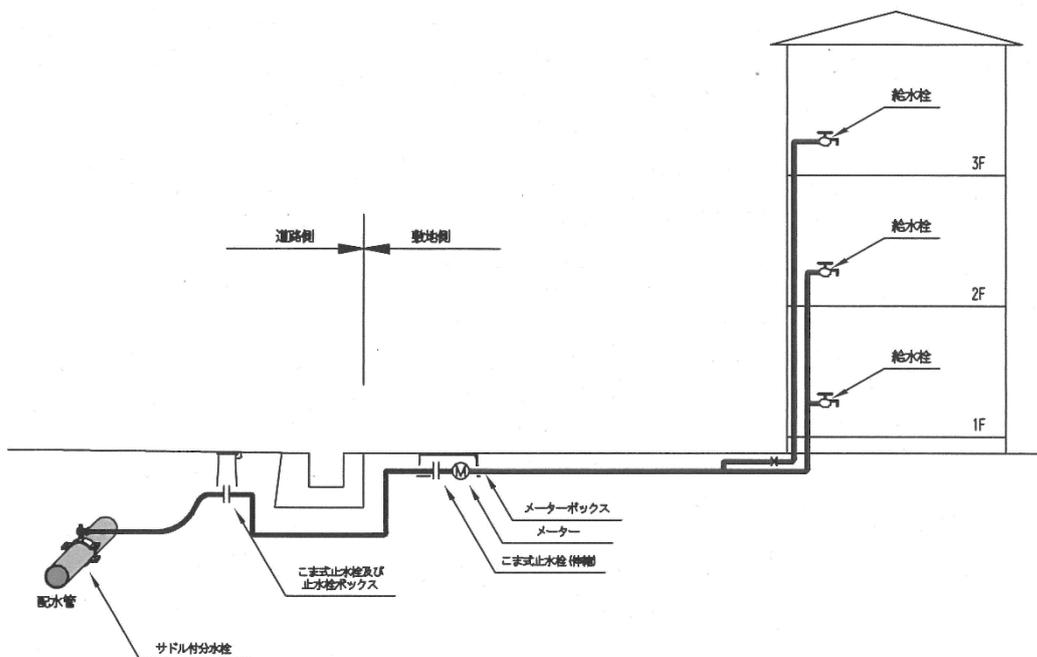

図 6-1 戸建住宅における三階直結直圧式給水標準図
1. 1戸建て住宅等の施工基準 (図 6-1)
- ① 三階部分の給水栓数については、メーター口径が 20mm の場合、4 栓以下とし、出水量が多い給水用具の設置は原則不可とする。なお、三階部分までの立上り管は、メーターと同口径の 20mm の給水管で配管を行うこと。